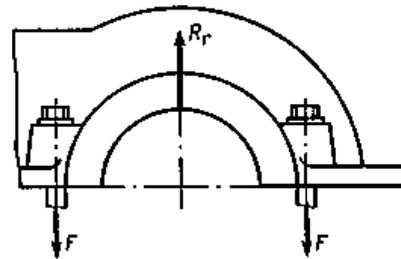

Рисунок 28. (к задаче 97)
**Задача 97.** Определить диаметр болтов крепления крышки корпуса редуктора, расположенных около проточки под подшипник вала (рис. 28), если радиальная реакция на подшипник равна  $R_r$ . Данные своего варианта принять по табл. 42. Для расчетов принять: коэффициент внешней нагрузки для соединения стальных и чугунных деталей без прокладок  $\chi = 0,2$ ; коэффициент запаса предварительной затяжки в условиях переменной нагрузки  $K_{\text{зат}} = 2,5$ . Класс прочности болтов 5.6. Затяжка болтов неконтролируемая.